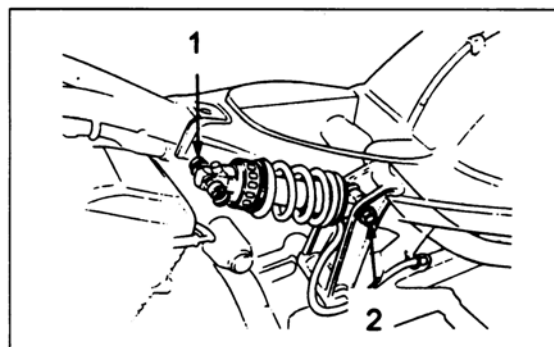

Bild 186
- Obere und untere Stossdämpferbefestigung lösen und Dämpfer nach unten entnehmen (Bild 186).
- Kühlmittel-Reservetank aus Rahmen ausbauen (Bild 186 a).